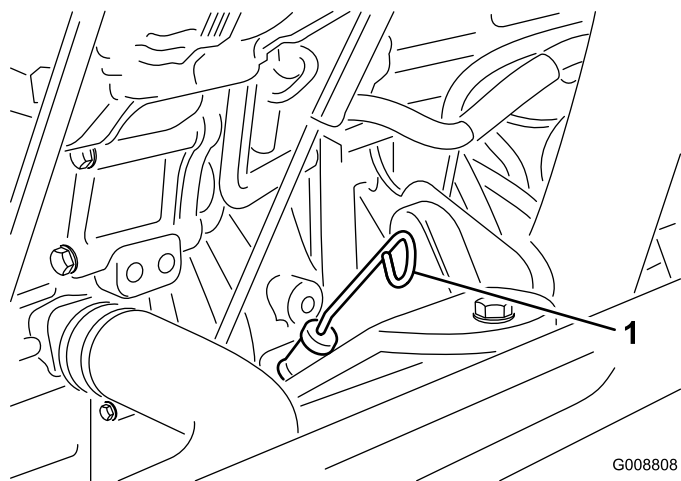

Figura 8
3. Retire a vareta, limpe-a, coloque-a no tubo e volte a retirá-la em seguida. O nível de óleo deverá atingir a marca Full (Cheio) (Figura 8).